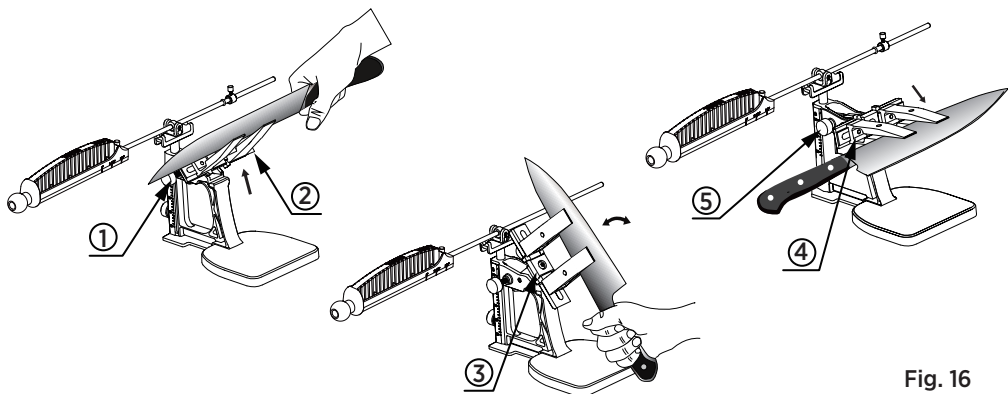

Fig. 16
3. Fahren Sie mit dem Schärfen fort, bis Sie auf der gesamten gegenüberliegenden Seite der Klinge einen Grat spüren. Lösen Sie den Drehknopf, heben Sie den Drehbalken an und drehen Sie ihn vorsichtig um 180°, um zur gegenüberliegenden Seite der Klinge zu wechseln. Halten Sie den Messergriff für bessere Kontrolle während dieses Schrittes (Siehe Fig. 16). Sobald die Einstellung abgeschlossen ist, ziehen Sie den Drehknopf fest an.